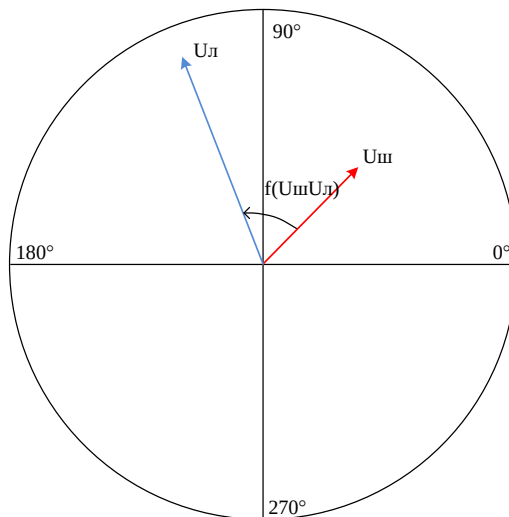

Рисунок 6.55 – Разность фаз между напряжениями шин и линии
**f (UшUл)** – разность фаз между напряжениями шин и линии (рисунок 6.55), °: